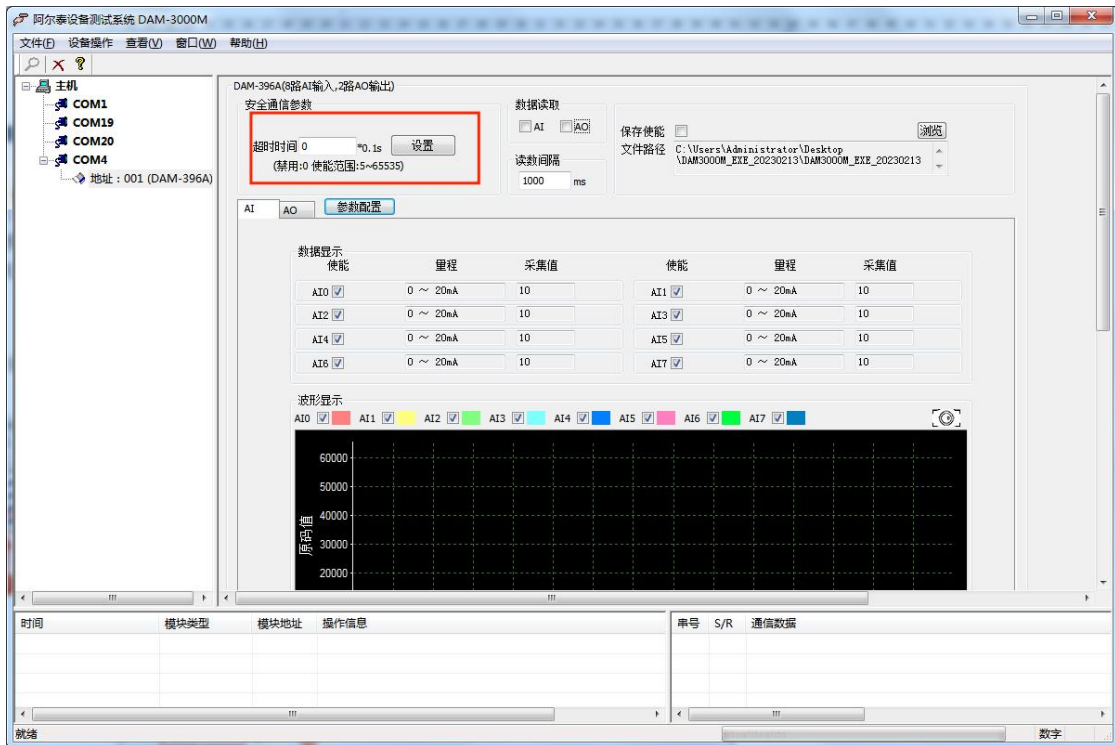

图 25
1) 看门狗操作：在图 25 的“超时时间”区域添加超时时间，点击“设置”后通讯看门狗打开，若超过通讯接收时间未接收到数据，则 AO 立即输出安全值。